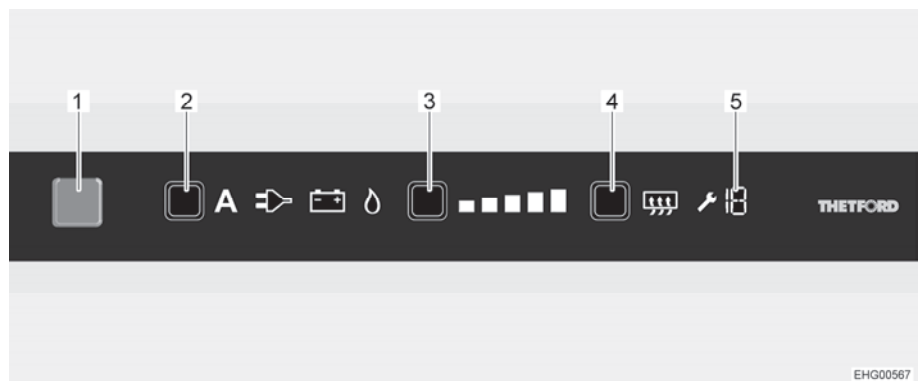

Bild 136 LCD-pekskärm
- Tryck på På/Av-knappen (Bild 136,1) i en sekund. Knappen tänds blå. Senast valda inställning visas.
- Tryck på energivalknappen (Bild 136,2) flera gånger tills önskad energikälla har valts.
- Tryck på kylnivåknappen (Bild 136,3) flera gånger tills önskad kylnivå har valts. Den aktuella kylnivån indikeras av lysande staplar.
- Tryck på På/Av-knappen (Bild 136,1) i cirka 2 sekunder. Alla lampor slocknar. Kylskåpet är avstängt.